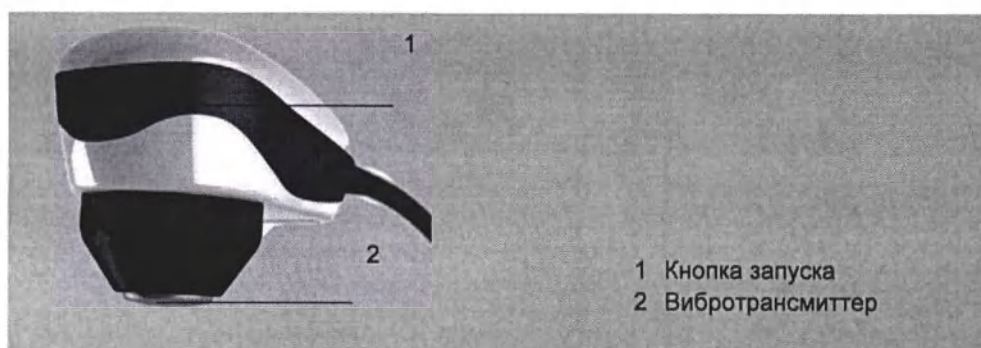

Рис. 1-1 Виброаппликатор
- Нажмите на кнопку пуска (Рис. 1-1/1).